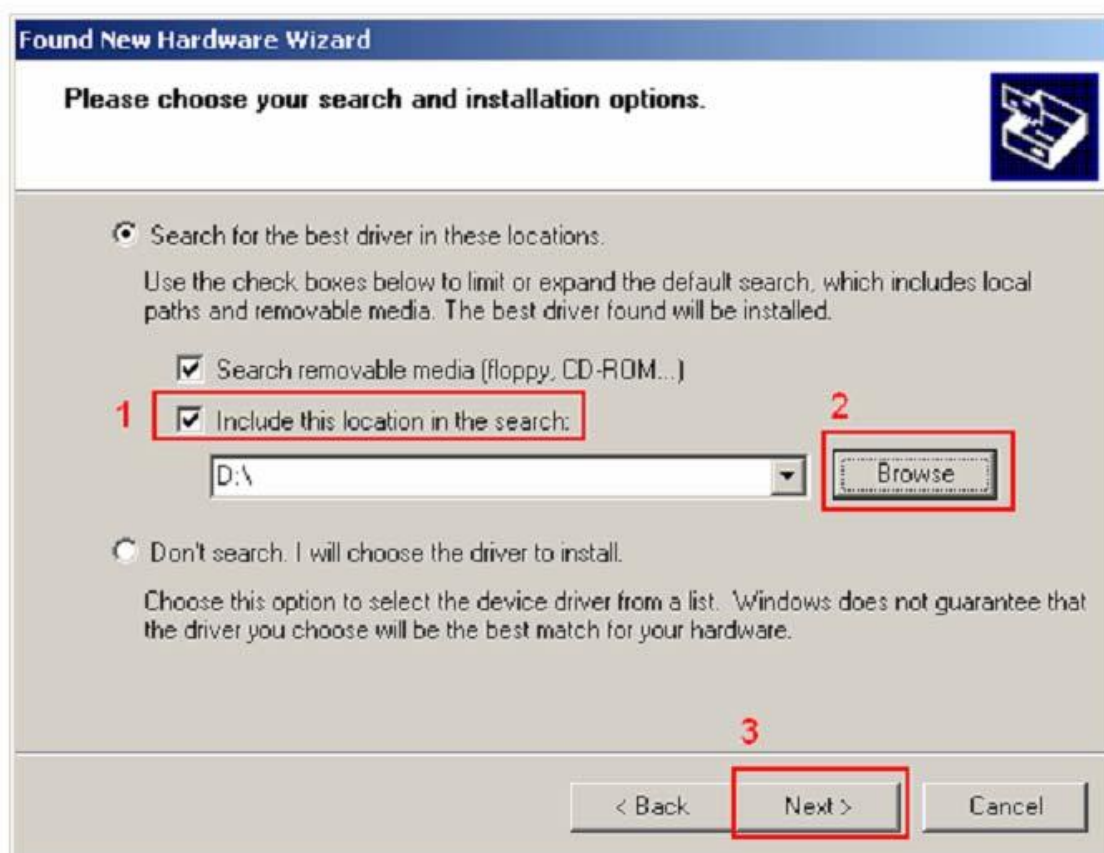

Рис. 6.2.3.3 Установка драйвера.
3. В следующем окне выберите «Включить данную локацию в поиск», нажмите «Просмотреть» и выберите папку, в которой находится программное обеспечение (т.е. F:\FM3 конфигуратор 00.01.15), затем нажмите «Далее» (рис. 6.2.3.3).